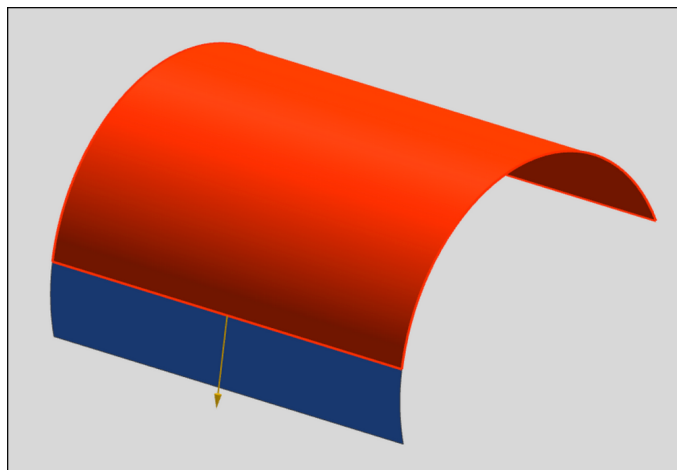

Рис. 1.38. Поверхность свободной формы, созданная с помощью опции **Расширение поверхности**
- курсором выделяется ребро (рис. 1.38);
- после нажатия клавиши **ОК** в графическом окне создается расширенная поверхность (рис. 1.38).